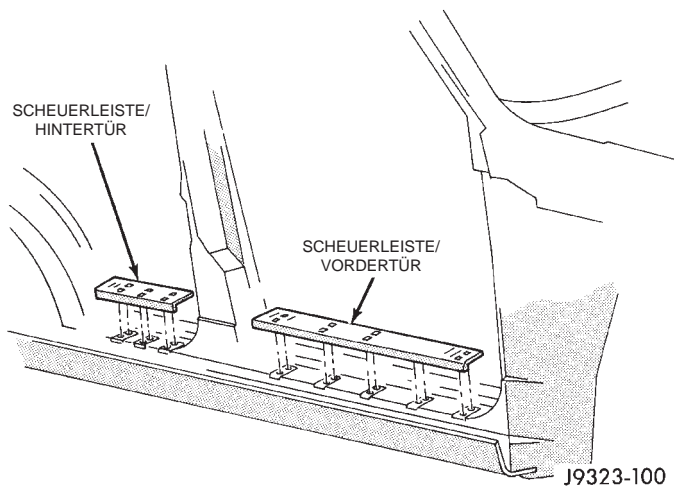

Abb. 43 Scheuerleisten
(1) Mit einem Kunststoffhartstab oder einem ähnlichen Werkzeug die Scheuerleiste vorsichtig anheben und vom Schweller abhebeln (Abb. 43).